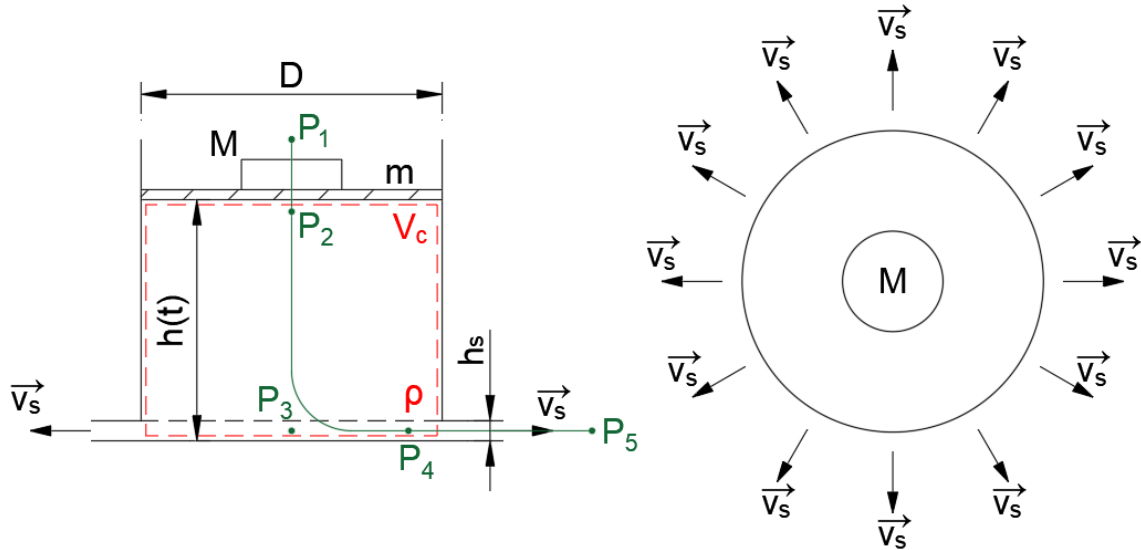

Figura 5.13: Esquema del depósito con salida de tipo anillo.
7. Para el depósito de la Figura 5.13 hallar la expresión del tiempo que tardaría en vaciarse sabiendo que  $h(t = 0) = H_0$